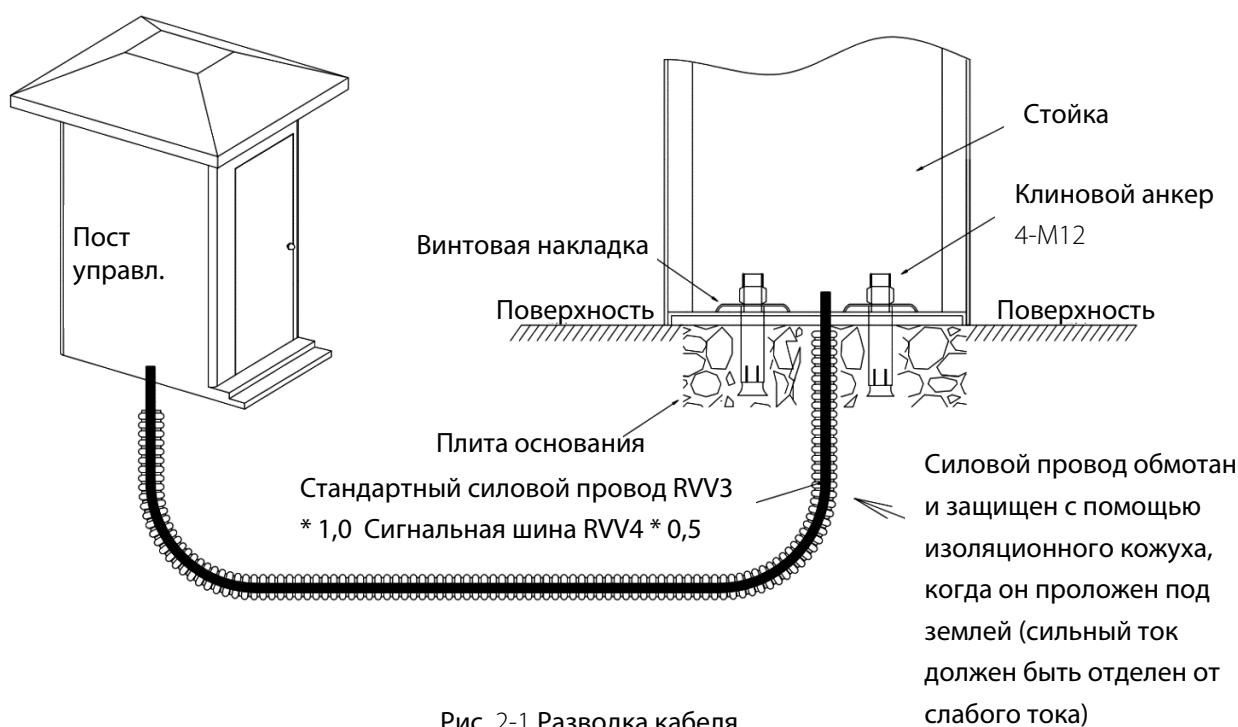

Рис. 2-1 Разводка кабеля
- 3) Используйте инструмент, чтобы открыть кабельный лоток на земле, см. Рис. 2-1.